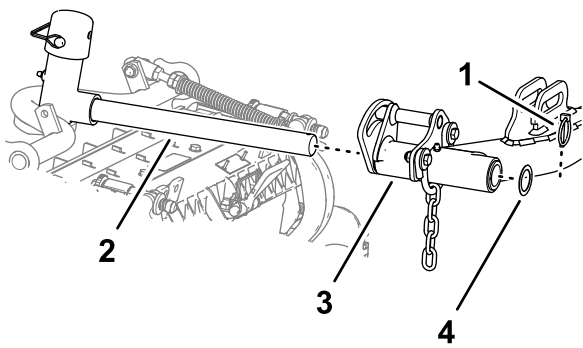

Figura 27
6. Deslice una unidad de corte debajo del brazo de elevación (Figura 27).